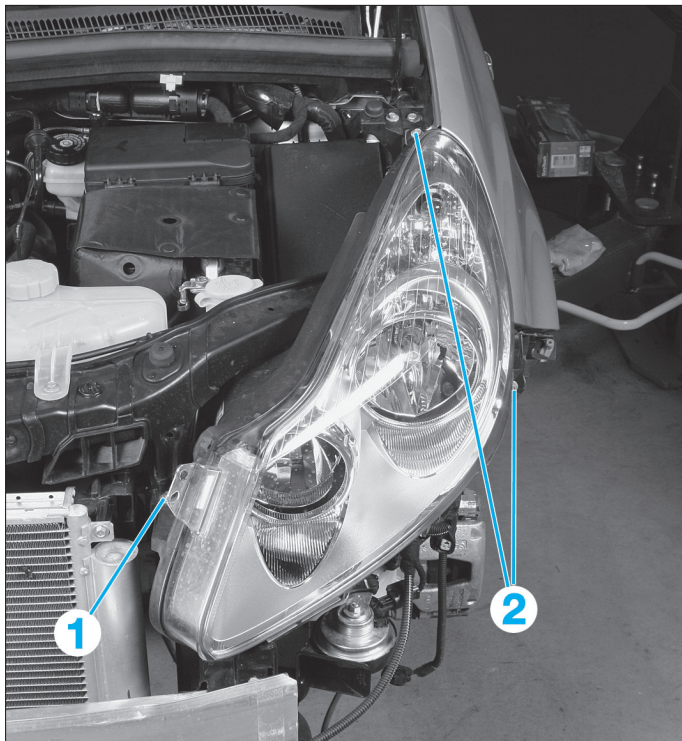

Fig. 5
- la fixation (1) (Fig.5) du projecteur.